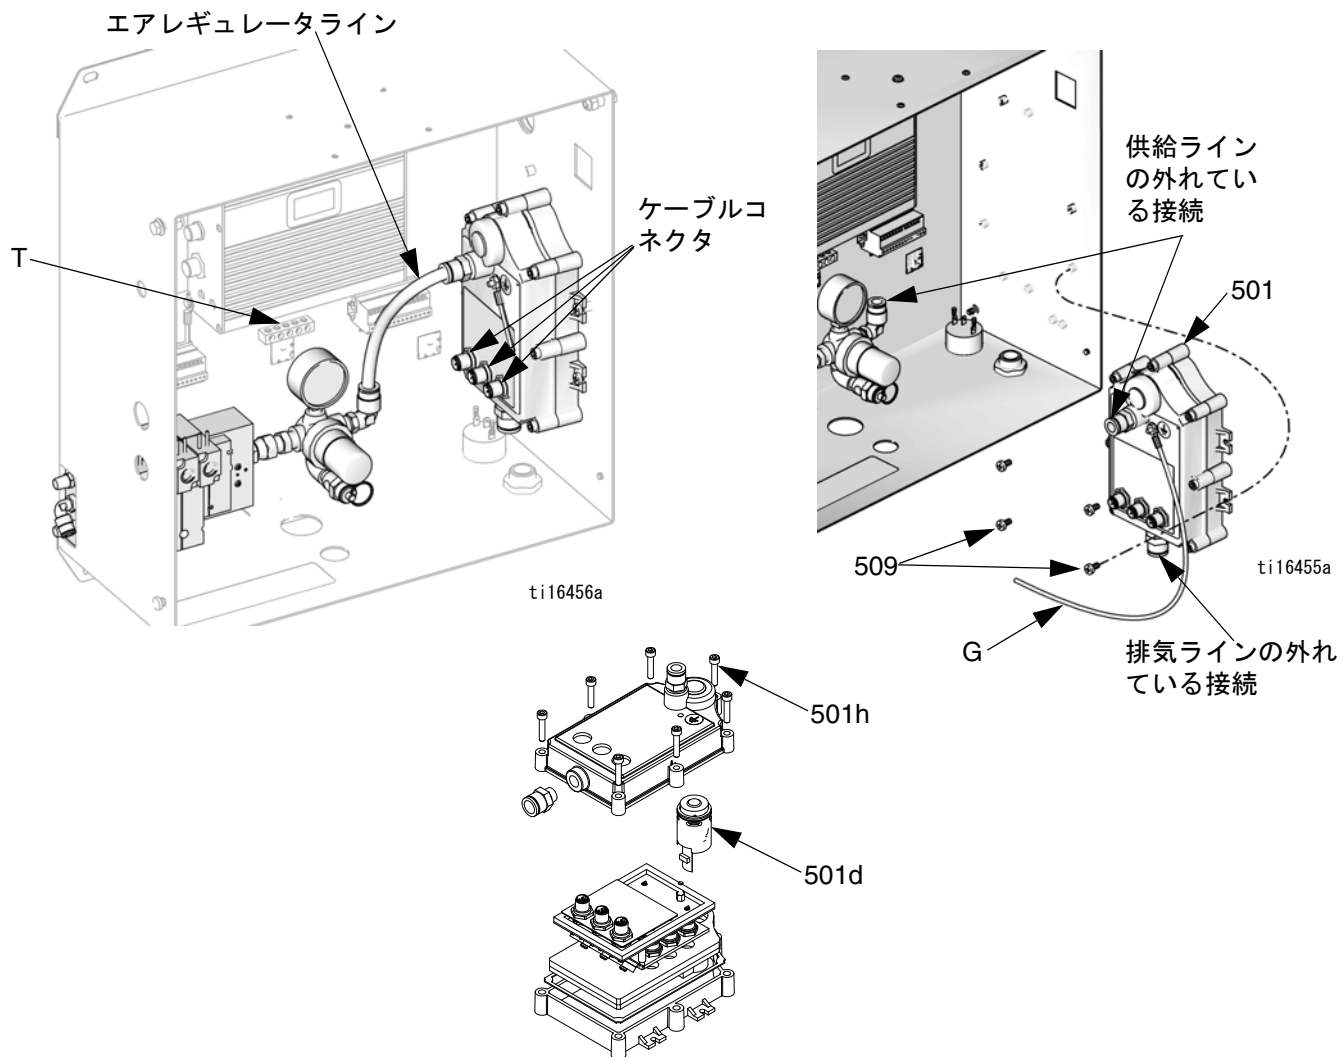

図 9. オルタネータモジュール（およびタービン）の取り外し
3. 図 9 を参照してください。出力電源ケーブルの接続をオルタネータモジュール（501）から外します。コントロールボックスの接地端子（T）からアースリード線（G）の接続を外します。